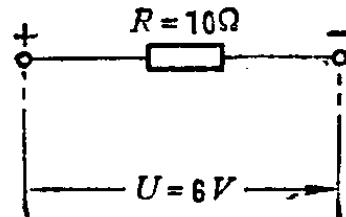

图1—9
1. 在局部电路中，通过的电流大小等于部分电路两端的电压除以这两端之间的电阻。如：电阻 $R = 10\Omega$ ，电阻R两端的电压 $U = 6$ 伏(见图1—9)，则通过电阻R的电流I，按公式计算得：